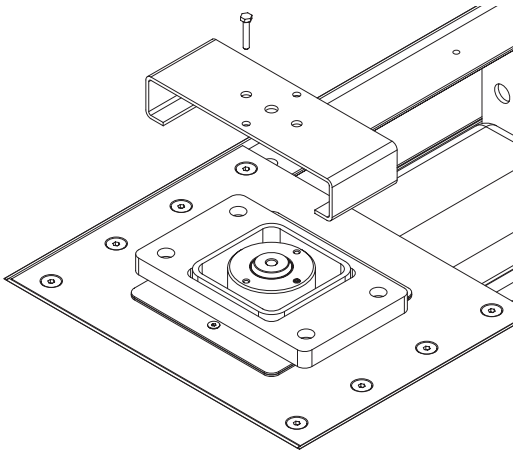

Fig. 26
- Effectuer quelques courses de montée et de descente pour vérifier que le pont fonctionne correctement, sans à-coups. S'il fonctionne par à-coups, il est nécessaire de purger l'air en utilisant l'évent (F) présent sur la tête des vérins **fig. 26**.
- Quitar los tornillos M6 (G) de las placas **fig. 26**
- Efectuar algunas carreras de subida y de bajada para comprobar que el puente funcione correctamente, sin saltos. Si funciona a saltos es necesario llevar a cabo la purga del aire, utilizando el purgador (F) presente en la culata de los cilindros **fig. 26**.
- Togliere la staffa di montaggio **fig. 26** e montare le pedanine, la vite di fissaggio dello stelo del cilindro, i tappi di chiusura dei fori di spurgo.
- Remove assembling bracket **fig. 26** and fit support plates, cylinder stem fastening screw, bleeding hole plugs.